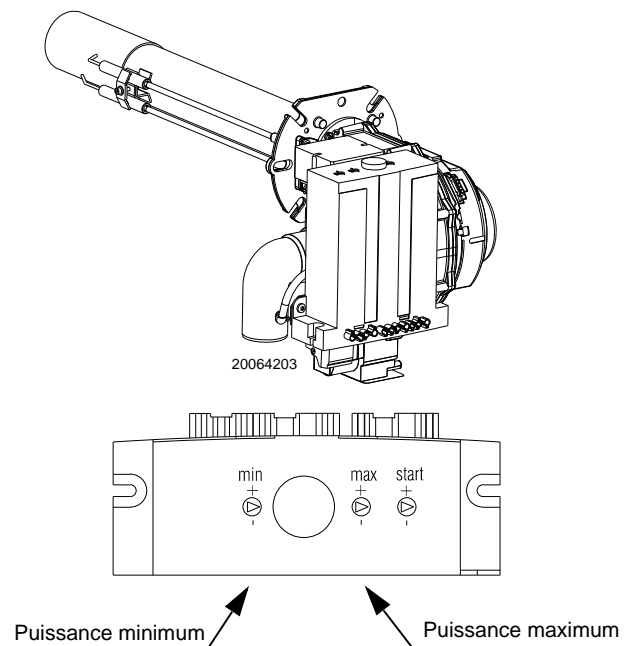

Fig. 12
- Vérifier les réglages des trimmers placés sur la boîte de contrôle (Fig. 12).
La rampe du gaz proportionnelle fournit la quantité correcte de combustible en fonction de la pression relevée dans le circuit de ventilation. Le réglage de la puissance fournie se fait donc en modifiant la vitesse de rotation du moteur. La vitesse du moteur peut être réglée en agissant sur trois «Trimmers» (Fig. 12).
La **puissance maximum** devra correspondre à celle demandée par la chaudière utilisée. Pour augmenter ou diminuer sa valeur, intervenir sur le trimmer MAX placé sur la boîte de contrôle (Fig. 12).
La **puissance minimum** devra correspondre à celle demandée par la chaudière utilisée. Pour augmenter ou diminuer sa valeur, intervenir sur le trimmer MIN placé sur la boîte de contrôle (Fig. 12).
La **puissance d'allumage** peut être variée en intervenant sur le trimmer START placé sur la boîte de contrôle (Fig. 12).